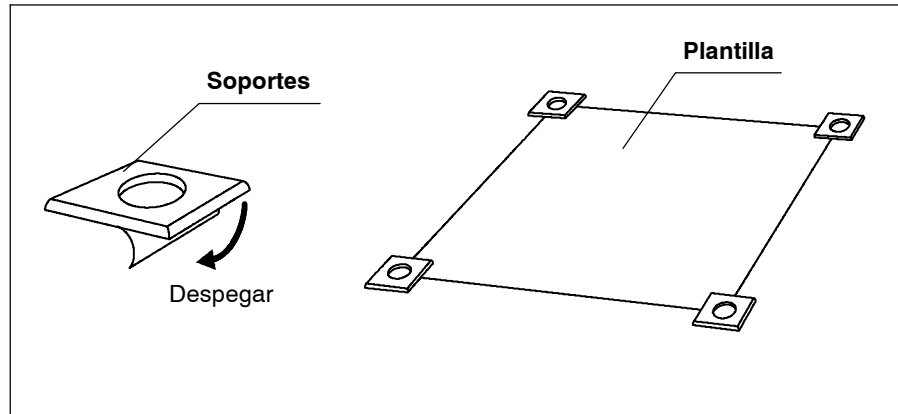

Figura 3.2
5. Despegue el papel de la cara inferior de los soportes y colóquelos cuidadosamente como se muestra en la figura 3.2.